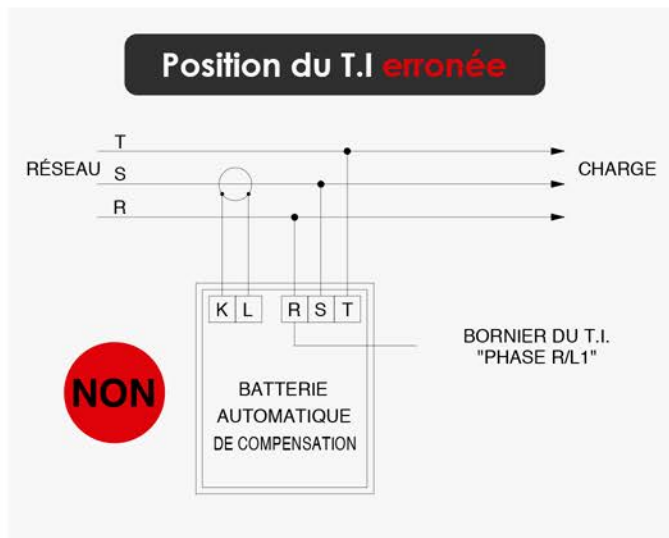

Figure 3
- Transformateur ampèremétrique non branché sur la phase correcte (voir figure 3).